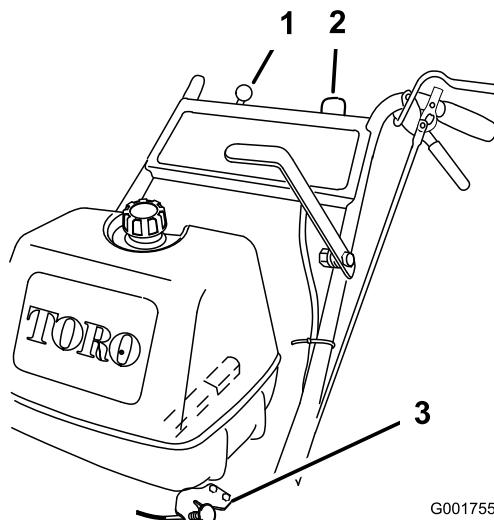

Figura 8
5. Gire la llave de contacto a la posición de **marcha** (Figura 8).
8. Tire del mando del estárter si el motor está frío (Figura 8).
1. Mueva la palanca del acelerador a la posición Lento (Figura 8).